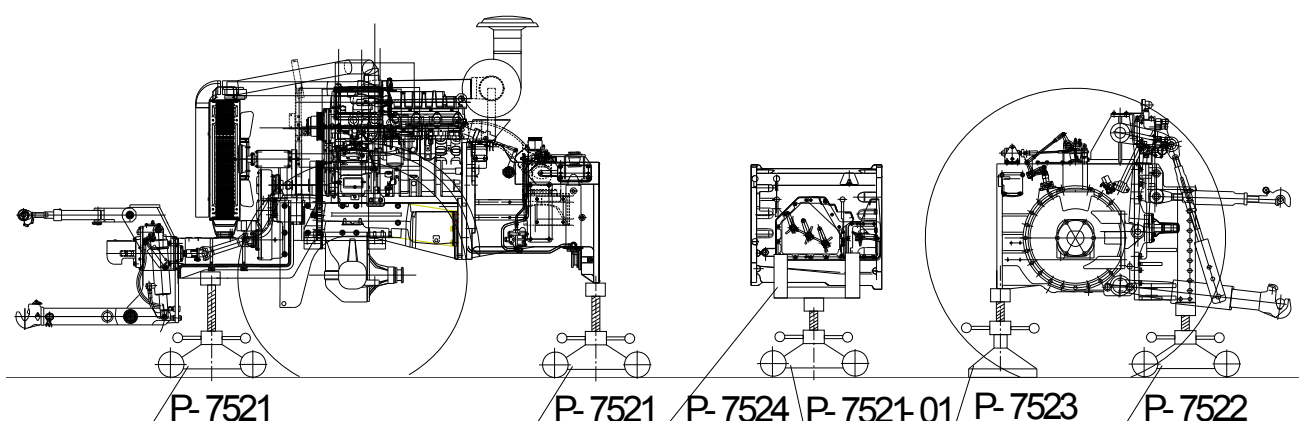

Рис.4.7 Демонтаж коробки передач.
- 30) установите опору стационарную P-7523 под корпус заднего моста до полного контакта, (рисунок 4.7);
- 31) выкатите освободившуюся опору винтовую P-7521-01 из-под корпуса коробки передач, установите на неё подставку узловую P-7524 и заведите под корпус коробки передач, (рисунок 4.7);